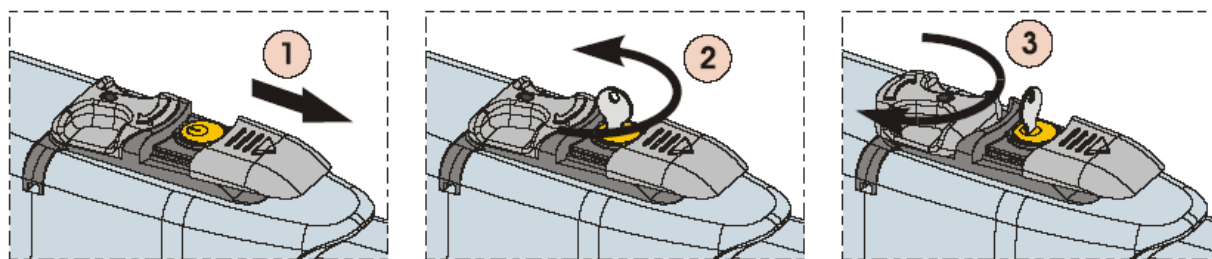

Рис. 26
2) Сдвинуть защитную крышку, рис.26/1.
3) Вставить ключ разблокировки и повернуть его на 90°, рис.26/2.
4) Чтобы разблокировать привод, нужно повернуть рукоятку устройства разблокировки на 180° по направлению стрелки, рис.26/3.
- 1) Повернуть рукоятку устройства разблокировки на  $180^\circ$  в направлении, противоположном стрелке (рис.26/3).